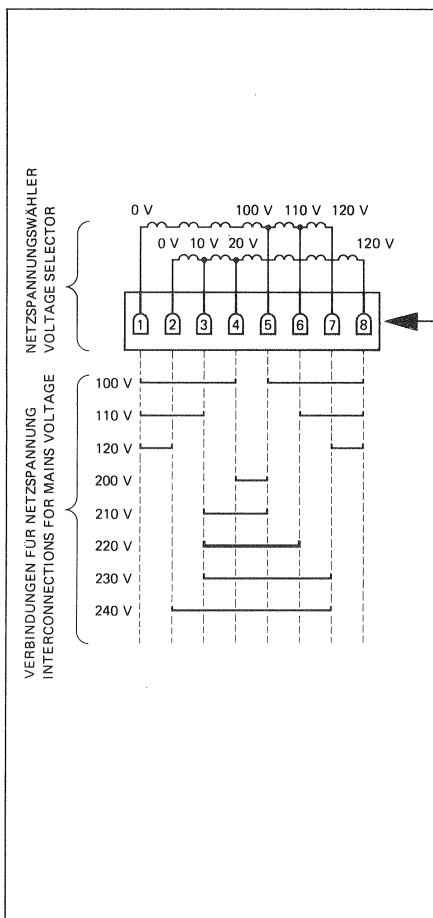

Fig.2.1
- Ruckwand oeffnen und Spannungswaehler kontrollieren. -> Fig.2.1